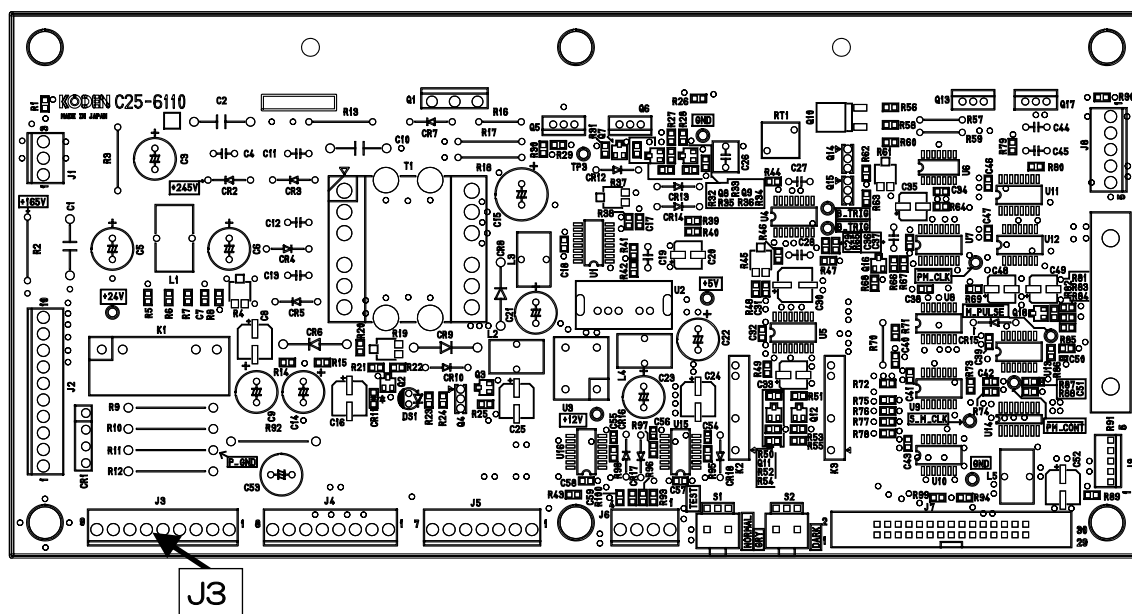

図 4.1 C25-6110 J3 配置説明図
4. テスターで測定した結果が、AC100V \pm 15V であれば正常です。それ以外の場合は、内部配線の異常です。（図 4.1 参照）